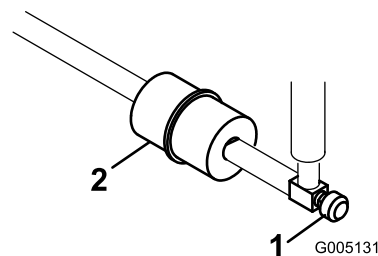

Рисунок 44
В топливном трубопроводе между топливным баком и карбюратором встроен проходной фильтр. (Рисунок 44).
1. Закройте отсечной топливный клапан, снимите хомут шланга на обращенной к карбюратору стороне фильтра и отсоедините от фильтра топливный трубопровод (Рисунок 44).
2. Подставьте под фильтр сливной поддон, снимите оставшийся хомут и снимите фильтр (Рисунок 44).